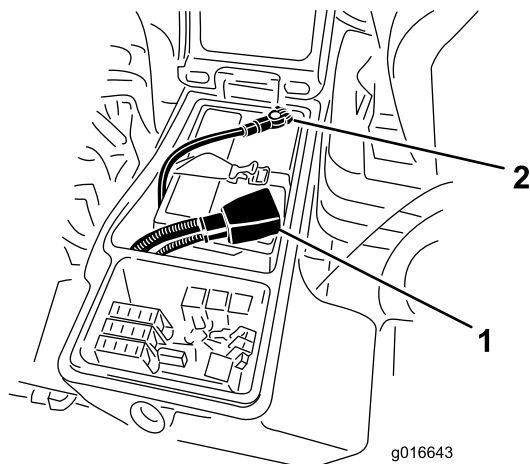

Figura 60
6. Collegare il cavo positivo (rosso) al terminale positivo (+) e il cavo negativo (nero) al terminale negativo (-) della batteria (Figura 60).